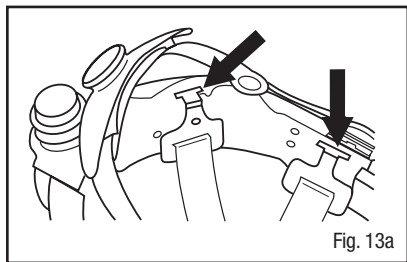

Fig. 13a
- Placer la pièce faciale à l'envers et retirer les courroies élastiques de la membrane d'étanchéité faciale de la coiffe. Une fois la membrane retirée, dégager la coiffe de la calotte de la pièce faciale en tirant les supports en plastique des courroies en toile vers le haut. La Fig. 13a illustre les supports.